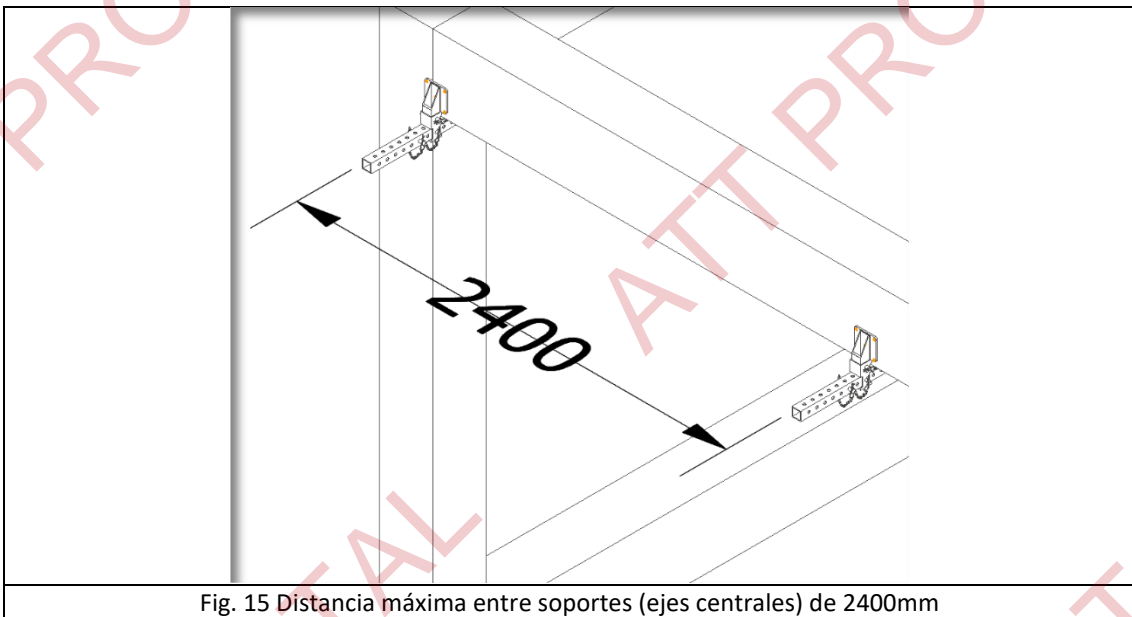

Fig. 15 Distancia máxima entre soportes (ejes centrales) de 2400mm
- La distancia máxima entre soportes (ejes centrales) será de 2400mm (Fig. 1, para vigas de madera Fig. 15)).